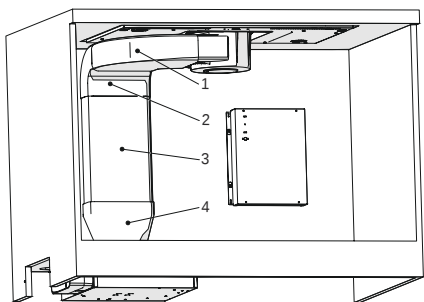

Fig. 22
9. ➡ ■ Fäst nu lämplig utsugskanal (Fig. 22).